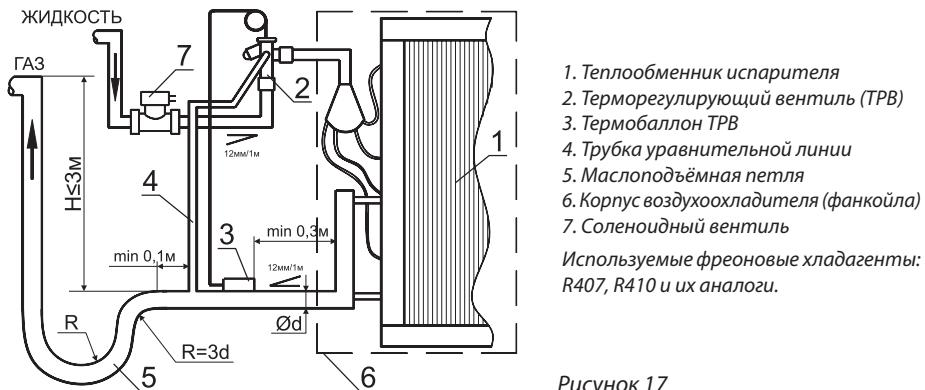

Рисунок 17
- в нижней и верхней частях восходящих вертикальных участков всасывающих магистралей высотой «Н» более 2,5-3 (рис. 17) метров необходимо монтировать маслоподъемные и обратные петли;